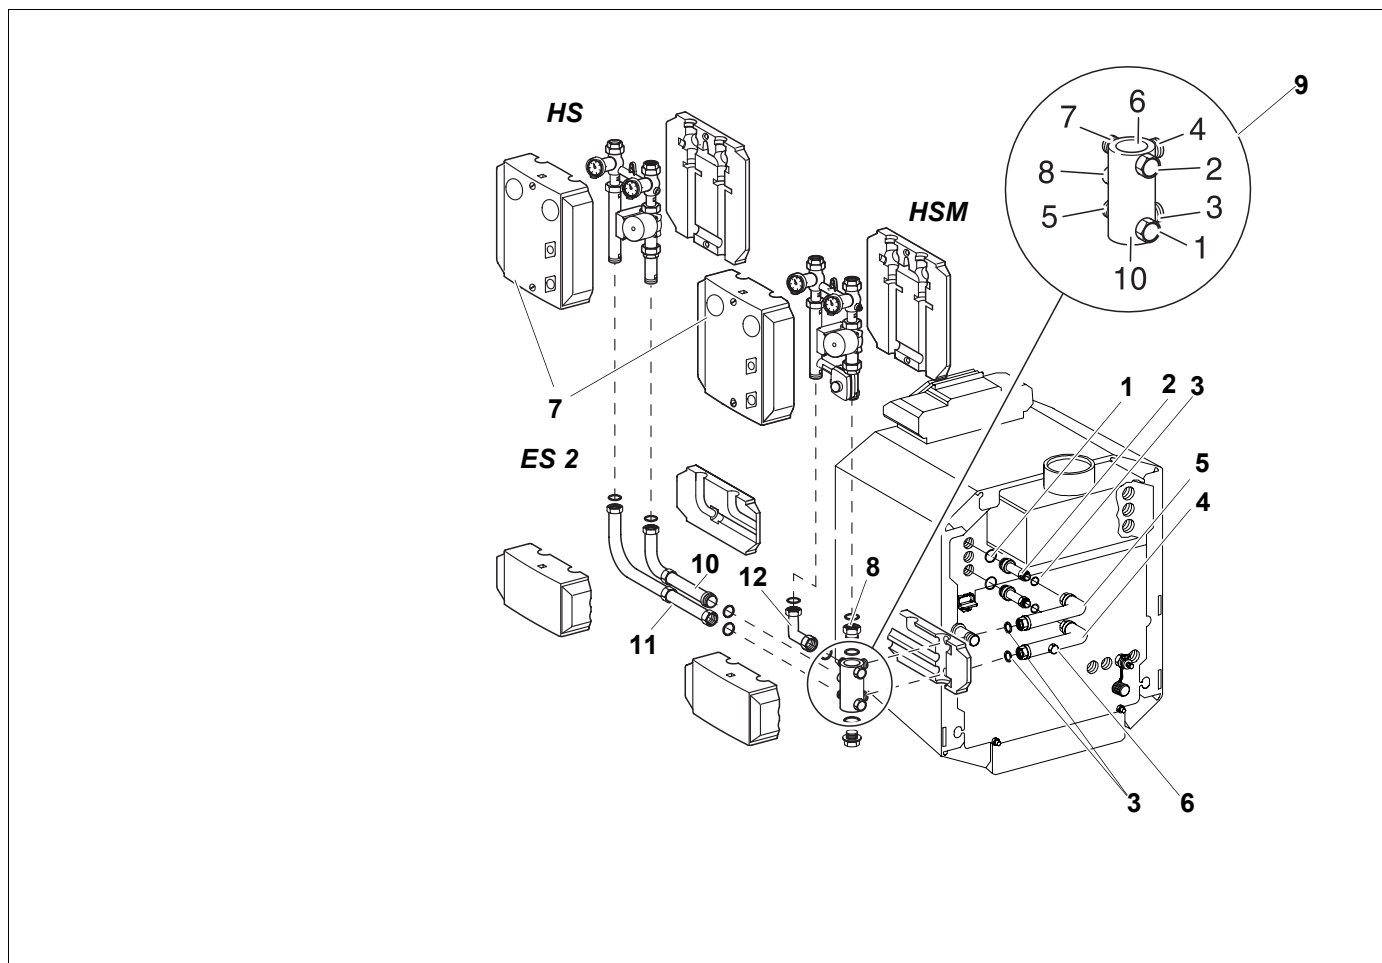

Рис. 12 Боковое подключение, правое параллельное исполнение
Экспликация к рис. 12
- Вкрутить двойной ниппель (10) вместе с кольцом в отвод N 8 на многофункциональном коллекторе.
- Установить отвод трубопровода вместе с уплотнением (3) (длинной стороной).
- Установить уплотнение (3) в соответствии с рис. 12 в промежуточный элемент (11) и прикрутить промежуточный элемент к отводу N 5 на многофункциональном коллекторе.
- Установить отвод трубопровода с уплотнением (3) (короткой стороной) (рис. 12).
- Прикрутить комплект подключения отопительного контура со смесителем (HSM) или без смесителя (HS) согласно рис. 12.